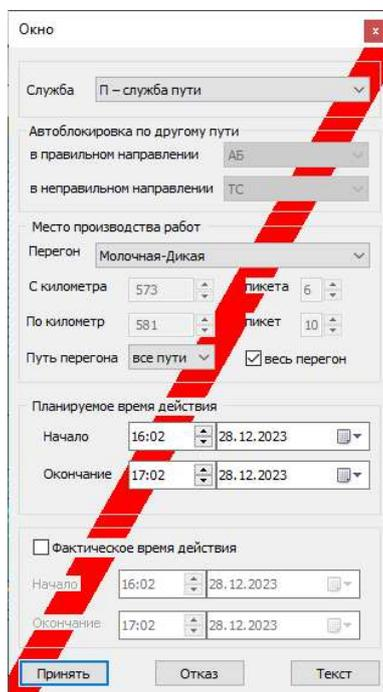

Рис.187.
4. Появится окно для ручного ввода «окна». (см. рис. 187)